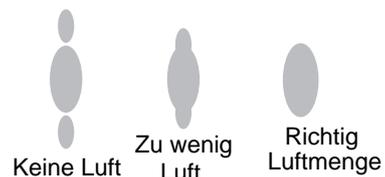

FIG. 12. Streifen beseitigen
Während des Betriebs in regelmäßigen Abständen prüfen, ob in den Öffnungen des Pistolenabdeckblechs (ZZ) Material vorhanden ist. Siehe hierzu FIGURE 12. Material in diesen Bereichen deutet darauf hin, dass Spritzmaterial auch hinter das Pistolenabdeckblech geflossen ist, was auf Undichtigkeiten an den Materialrohrverbindungen oder den Materialdichtungen zurückgehen kann.